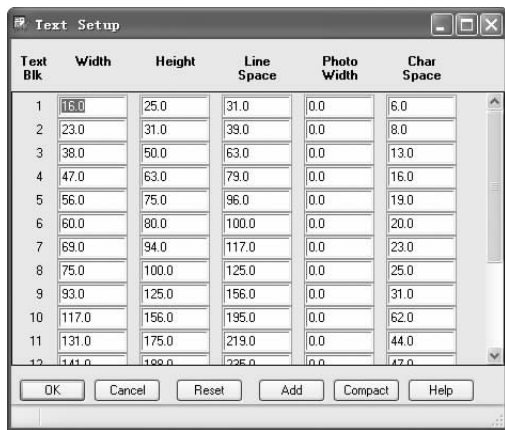

图 10-14 “Text Setup（文本设置）”对话框
- “Setup Text Size”：字体设置。单击此按钮，弹出如图 10-14 所示的“Text Setup（文本设置）”对话框。通过该对话框可方便直观地设置需要的文字大小，或者对已有的文字大小进行修改。